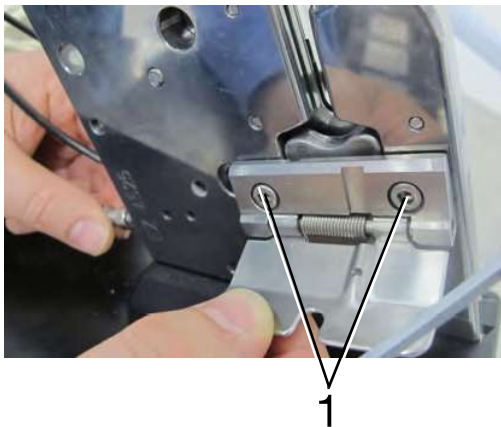

Bild 7-4 1 Schrauben
- Schrauben (1, Bild 7-4) abschrauben und Klappe abnehmen.